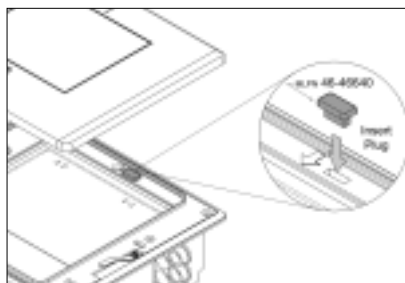

図 16: POS プラグの取り付け
- POS プラグ(MLPN 46-46640)を 図 16 で示す溝に挿入して、